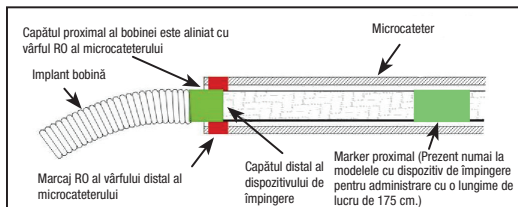

Figura 4 – Poziția benzilor de marcare pentru detașare
25. Înaintați bobina în locul dorit până când marculajul radioopac de pe dispozitivul de împingere pentru administrare este aliniat sau ușor distal față de marculajul RO al vârfului distal al microcatereterului, poziționând zona de detașare chiar în afara vârfului microcatereterului. Consultați figura 4.